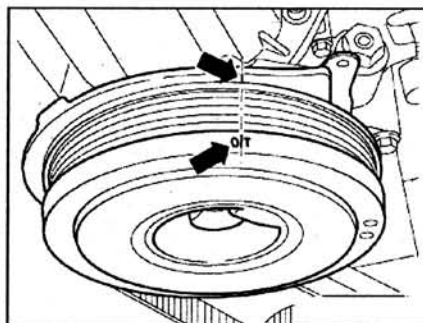

Рис. 2.102. Метки на демпфере и нижнем кожухе зубчатого ремня должны быть совмещены (стрелки).
- метки на шкиве коленчатого вала/демпфера и нижнем кожухе зубчатого ремня должны быть совмещены (стрелки) (рис. 2.102).